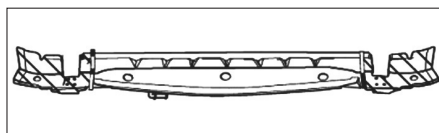

FIG. 47
- Reporter les lignes de coupe sur la pièce neuve et découper la zone hachurée (Fig.47).